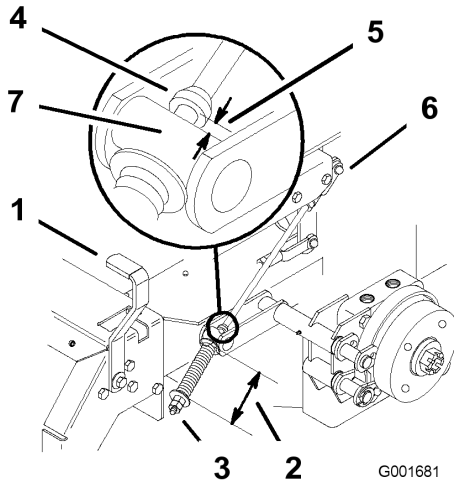

Figura 48
2. Mida la longitud del muelle; debe ser de 74 mm (2-3/4 pulg.) entre las arandelas (Figura 48).
- A. Afloje la contratuerca que está debajo del muelle y apriete la tuerca que está directamente debajo de la horquilla (Figura 48).
6. Mida la distancia entre el muñón y el collar de la varilla de freno. La medida debe ser de 5 a 7 mm (3/16 a 1/4 pulg.) (Figura 48).
- B. Gire las tuercas de ajuste inferiores hasta obtener la medida correcta (Figura 48).